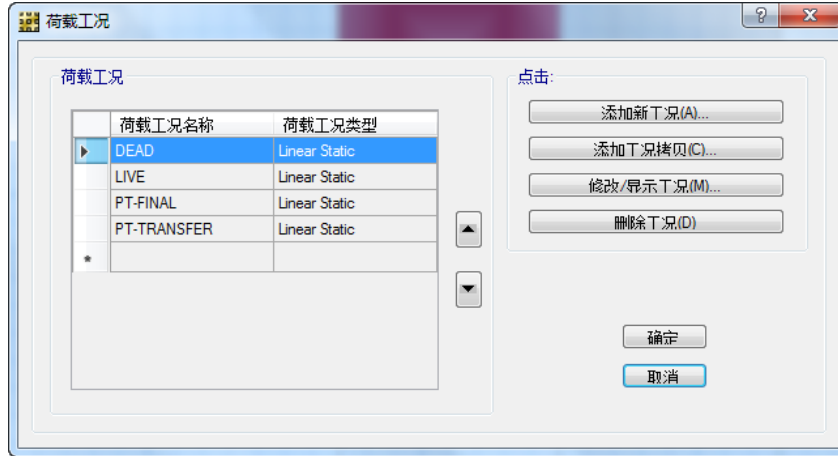

图19 荷载工况对话框
- A. 点击命令**定义菜单>荷载工况**打开荷载工况对话框，如图 19 所示。